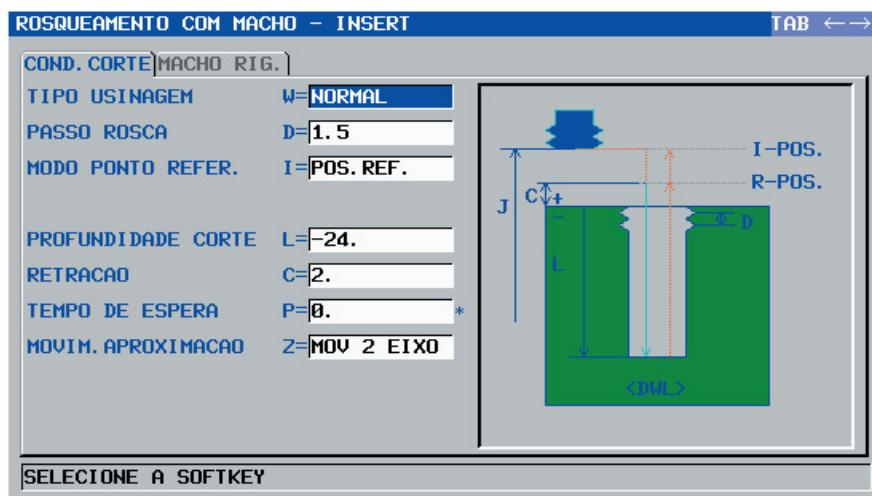

Figura 12 - Janela “ROSQUEAMENTO COM MACHO”
- Preencher os campos conforme a figura 12